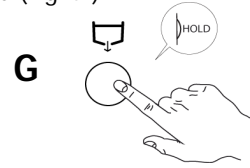

Fig.42
- 2- Mantener pulsado el botón drenaje de agua "G" por algunos segundos con el fin de iniciar el ciclo de descarga de agua del tanque. (Fig. 42)